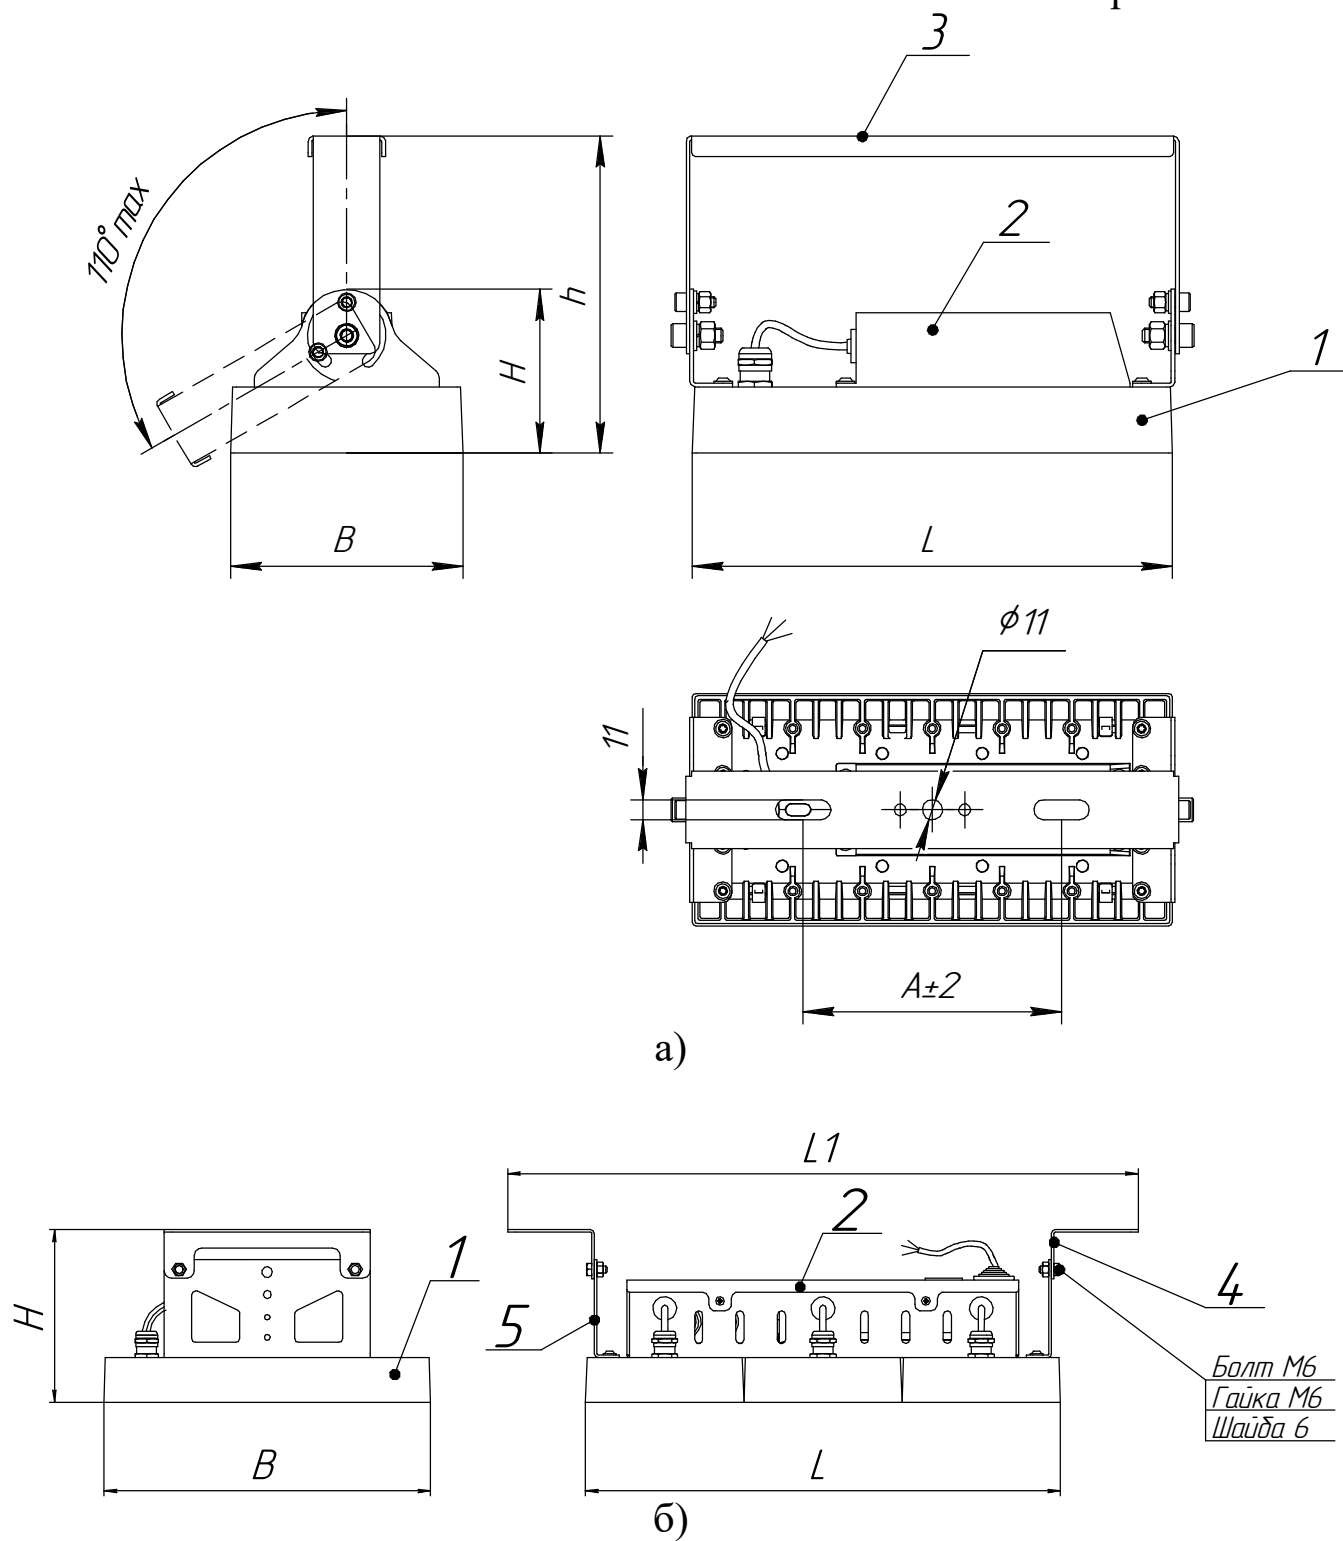

Рисунок 1 - Внешний вид и габаритные размеры.
- просверлить отверстия для крепления светильника в опорной поверхности согласно размерам указанным на рис. 1б и рис. 8;